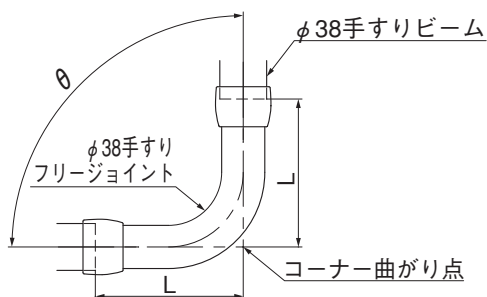

図3-6
- $\phi 38$ 手すりフリージョイントは、傾斜・コーナー角度により、コーナー曲がり点から $\phi 38$ 手すりビーム端部までの距離が変わります。 $\phi 38$ 手すりビームの切詰めでは、図3-6・表3-1を参照してください。
② $\phi 38$ 手すりフリージョイントを傾斜・コーナー角度に合せて曲げてください。